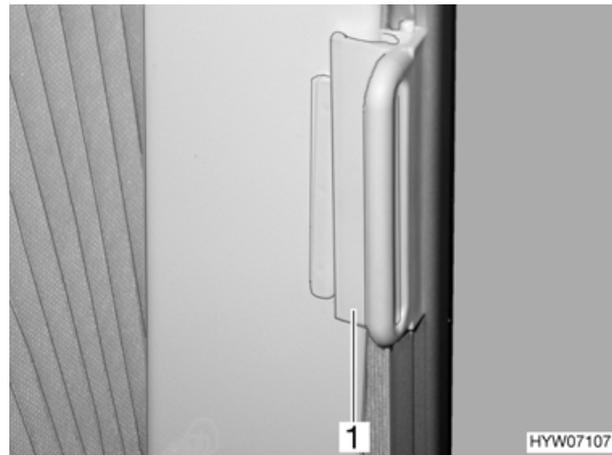

Fig. 10 Bloccaggio tendine oscuranti pieghevoli finestra del guidatore/passeggero
- ▶ Durante la marcia le tendine oscuranti pieghevoli per il parabrezza, la finestra del guidatore e del passeggero devono essere aperte, bloccate e fissate tramite il bloccaggio (Fig. 10,1).